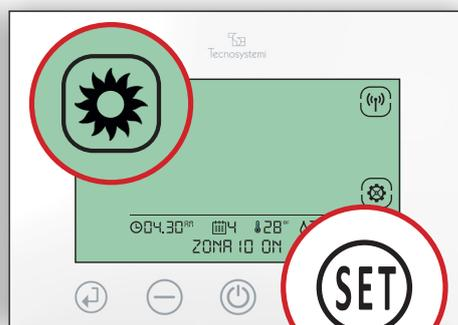

Fig.11
5.3 **Riscaldamento (Inverno).** Premere più volte SET fino a visualizzare il simbolo ☀ : premere il tasto \hookrightarrow per confermare e uscire dal menù. Tale impostazione verrà inviata automaticamente anche agli altri cronotermostati presenti nel sistema. (Fig.11)